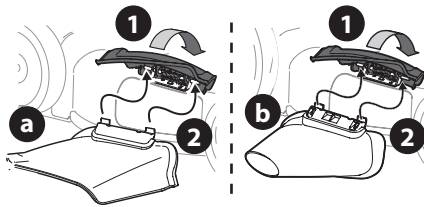

Figure 18
1. Relevez le bouchon de déchetage (Figure 18).